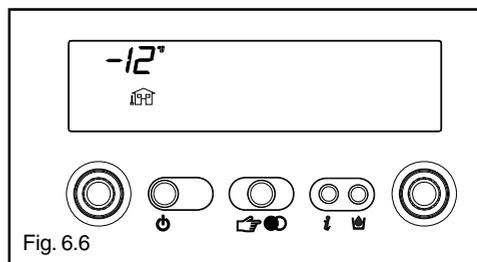

Fig. 6.6
- 1 solo con sonda esterna collegata, visualizza la temperatura esterna (esempio 12 °C) (fig. 6.6).